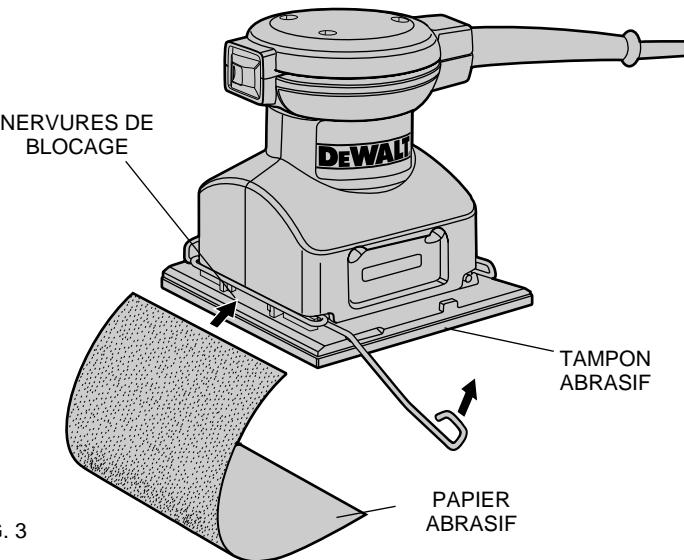

FIG. 3
3. Insérer l'extrémité de 4 1/2 po du papier abrasif sous la pince avant, comme le montre la figure 3, jusqu'à ce qu'elle touche les nervures de blocage du papier illustrées, puis refermer la pince avant et la bloquer en place en plaçant le crochet dans la patte de la platine.